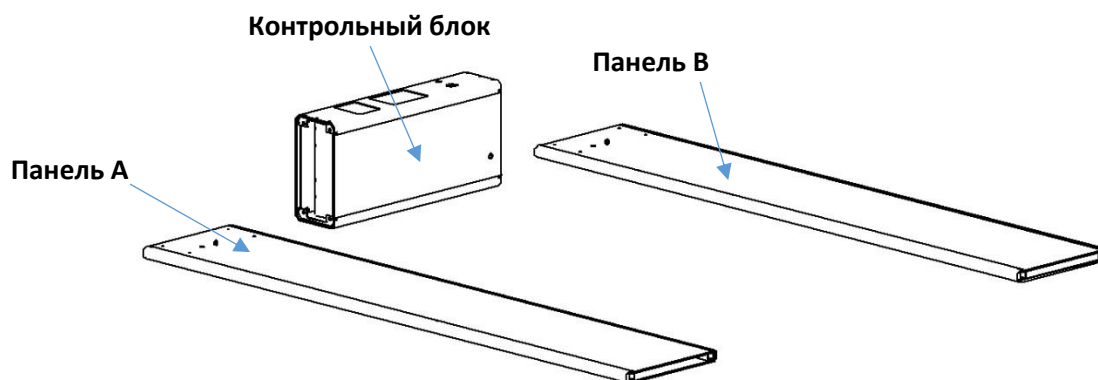

Рис. 1
- Установить контрольный блок на основание в положении индикатором вверх (рис.1).
- Расположить боковые панели справа и слева от контрольного блока в соответствии с маркировкой на верхних торцах (А - слева от блока, В – справа от блока) (рис.1).